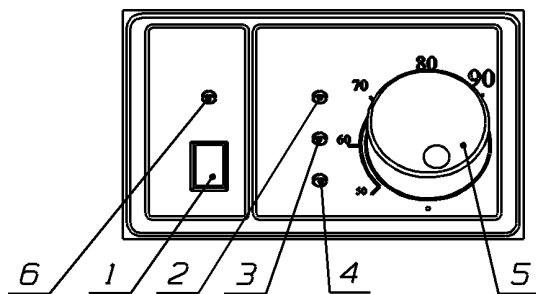

Рис.3. Блока управления автоматики САБК-Э
6.7 На лицевой стороне котла расположен блок управления (4), на котором размещены переключатель, ручка задания температуры теплоносителя и индикация о работе автоматики (рис.3).
- проверить тягу, поднесением бумажной полоски к смотровому окну (18) на фронтальной панели ГГУ;
- включить выключатель 1 на терминеале (см. рис.3), газозвдушная смесь на запальной горелке должна гореть (**ВНИМАНИЕ!** В газопроводе перед первым пуском котла может скопиться воздух, поэтому газозвдушная смесь на запальной горелке может не поджечься с первого раза. Автоматика прекратит розжиг и на индикаторе «ГОРЕЛКА/ОШИБКА» будет выдаваться мигающий сигнал «Нет пламени». Необходимо произвести несколько повторных запусков автоматики (это не является браковочным признаком).);
- повернуть ручку задания температуры теплоносителя на терминеале (см.рис.3) 5 на отметку необходимой температуры теплоносителя. Газозвдушная смесь на основных горелках должна воспламениться с задержкой в 15 сек.